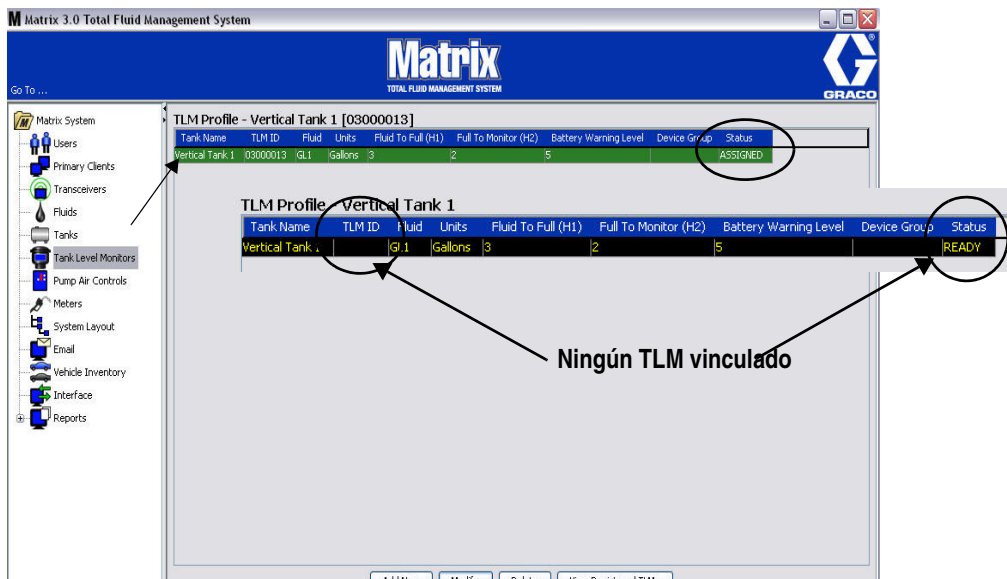

FIG. 109
3. Cuando se hayan completado todos los campos, haga clic en el botón Aceptar que se encuentra en la parte inferior de la pantalla Agregar perfil de TLM. El perfil se agrega a la parte superior de la lista. La palabra "Asignado" en la columna Estado confirma que el perfil está completo. La palabra "Listo" aparecerá en la columna Estado cuando el perfil esté incompleto. Tal como se representa en la FIG. 109, tenga en cuenta que el campo ID de TLM está en blanco, lo que indica que se trata de un TLM que no está vinculado al sistema Matrix.